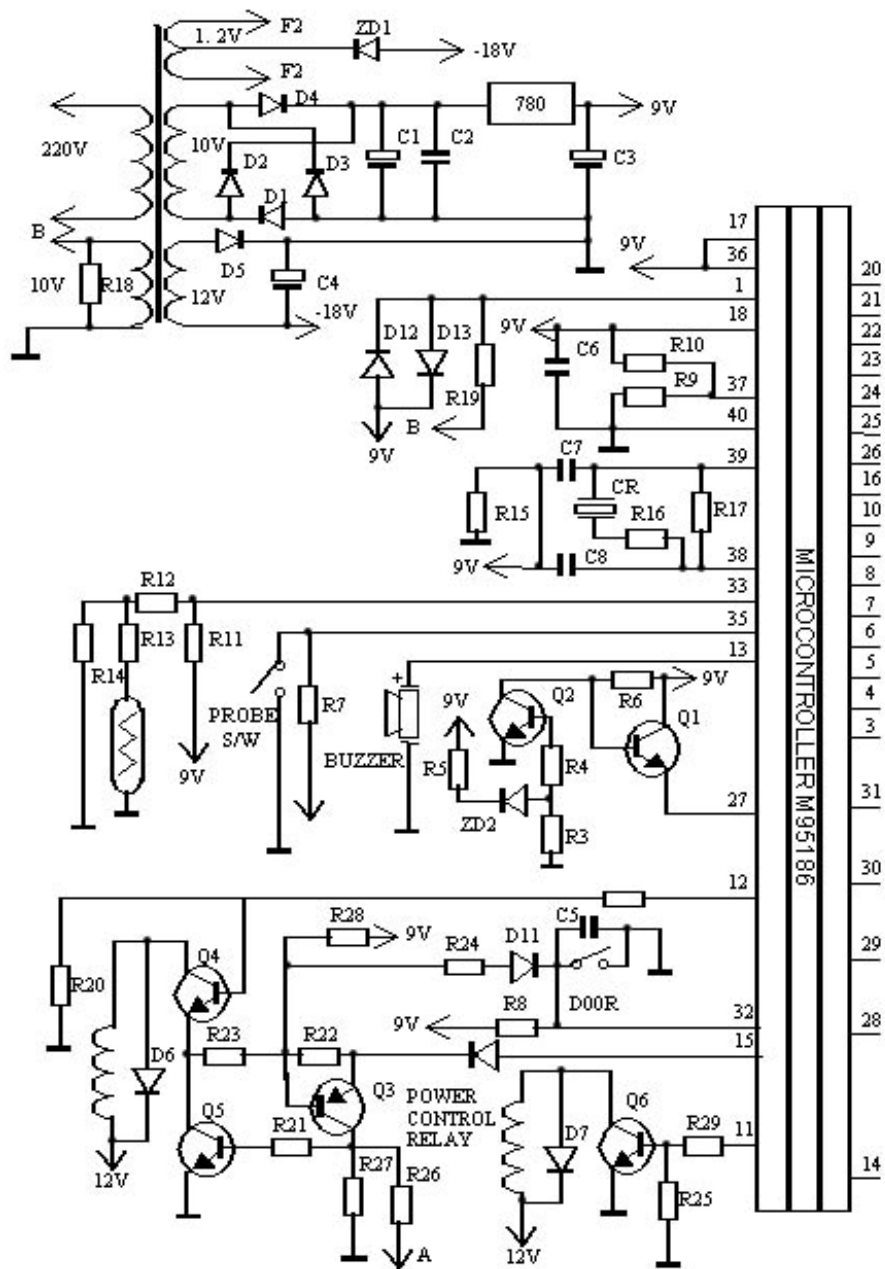

Рис.3. Электронный блок управления микроволновой печи
Продолжение рис.3
1.6.1. Электронный блок управления изображенный на рис.3 имеет значительное отличие силовой части от старых печей. Старые печи не имеют специализированного микроконтроллера, то есть, они построены на дискретных элементах.